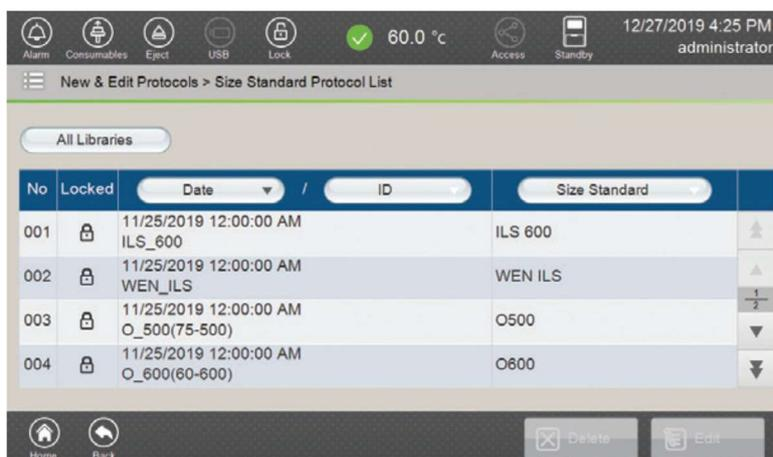

図 150 Size Standard Protocol List 画面
- New & Edit Protocols 画面（図 117）の **Size Standard Protocols** を選択し、Size Standard Protocol List 画面（図 150）を開きます。
- リスト右側のスクロールボタンを使用して、希望する Size Standard Protocol を表示します。編集をしたい size standard を Size Standard Protocol List 画面 (図 150) から選択します。選択するとフッターにある **Edit** と **Delete** ボタンがアクティブになります。(図 151)
2. New & Edit Protocols 画面（図 117）の **Size Standard Protocols** を選択して、Size Standard Protocol List 画面（図 150）を開いてください。
3. Size Standard Protocol List 画面の右側にあるスクロールボタンで、希望するリスト内の Size Standard Protocol を表示させます。Size Standard Protocol List 画面（図 150）から削除したい Size Standard を選びフッターにある **Edit** と **Delete** ボタンをアクティブにして削除します。（図 151）